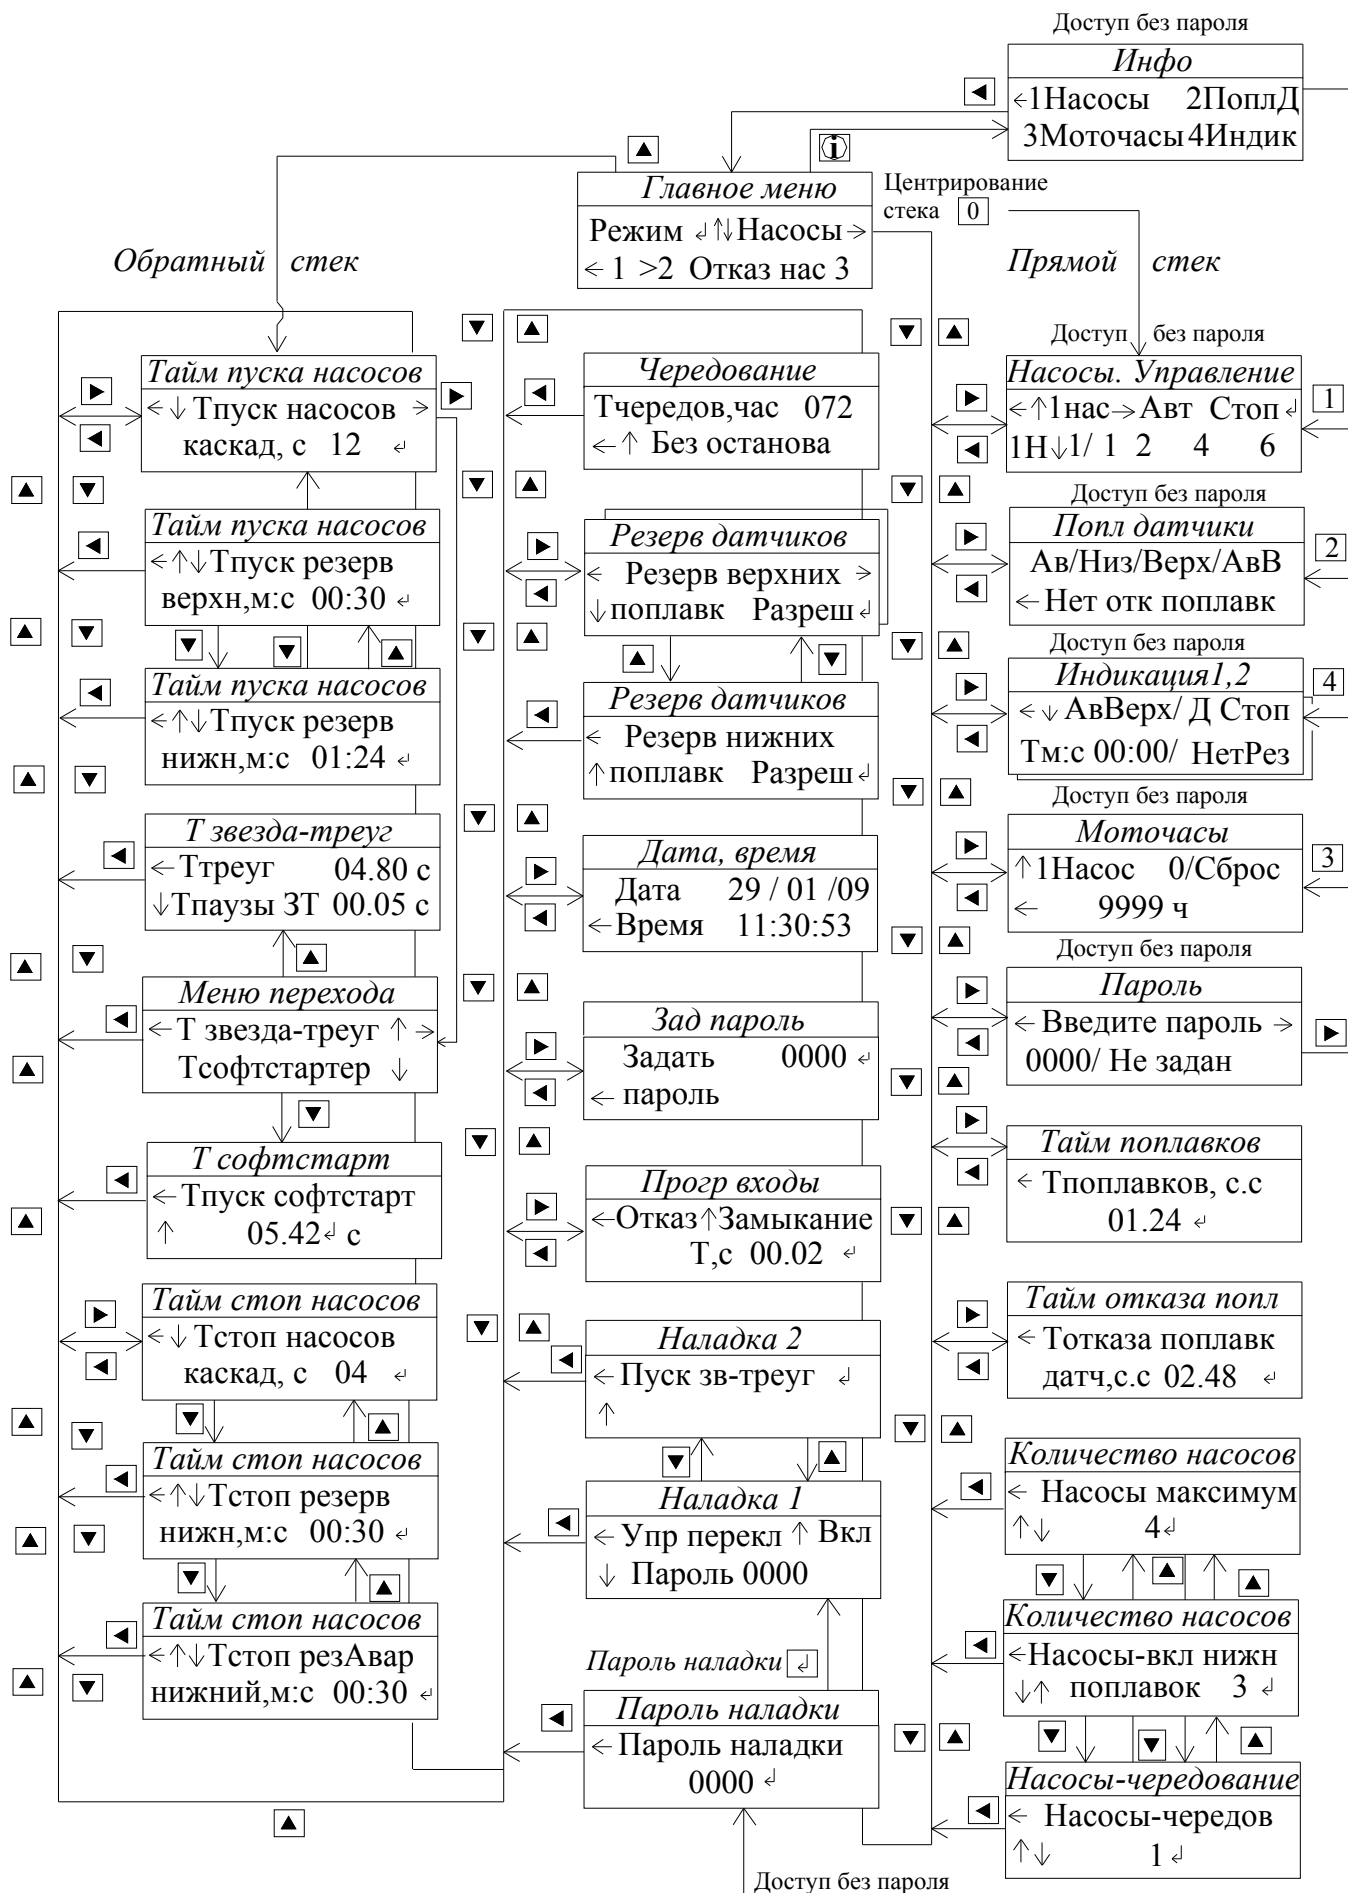
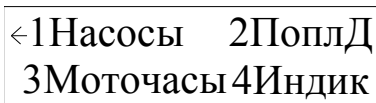
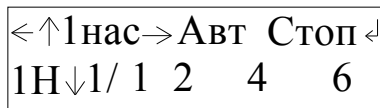

Рис.6.3. Стек перехода к экранам системы регулирования
Рис. 6.4. Меню «Инфо»
Рис. 6.8. Меню индикации и управления «Насосы»
Из экрана «Главное меню» через стек перехода производится вызов других экранов для программирования и отслеживания состояний системы. Изменение значения стека перехода (рис. 6.3) производится последовательным нажатием клавиш «▲» / «▼». При удержании клавиш изменение стека будет производиться 1 раз в секунду.
Стек перехода представлен на рис. 6.3.
Предназначено для быстрых переходов в меню управления и индикации, минуя стек перехода. Меню «Инфо» представлено на рис. 6.4.
- нажатием клавиши «1» - в меню управления насосами «Насосы» (рис.6.8). Переход в меню «Насосы» также возможен из стека перехода к меню (рис. 6.3);
-нажатием клавиши «3» - в меню определения наработки («**Моточасы**») каждого насоса. Переход в меню «Моточасы» производится также из стека перехода Главного меню (рис. 6.3);
-нажатием клавиши «4» - в меню «**Индикация состояний системы**» (рис.6.7). Переход в меню производится также из стека перехода Главного меню (рис. 6.3).
Позволяет определять наработку каждого насоса в отдельности. Переход в меню «Моточасы» производится из **Главного меню** через стек перехода (п.6.5, рис. 6.3), или из меню «Инфо» (п.6.8, рис. 6.4) нажатием клавиши «3». Меню представлено на рис. 6.7.
Управление насосами от панели управления и НМИ-интерфейса проводится из меню «Насосы» (рис. 6.8). Переход в меню возможен как из Главного меню, заданием в стеке перехода значения «Насосы», так и из меню «Инфо» (п. 6.8. рис. 6.4.) нажатием клавиши «1».
Меню предназначено для индикации срабатываний поплавковых датчиков уровня, а также сброса отказов поплавковых датчиков. Переход к меню производится из стека перехода **Главного меню** (рис. 6.3) вызовом значения «**ПоплДатч**», а затем нажатием клавиши «▶», либо из меню «**Инфо**» (п.6.8, рис. 6.4) нажатием клавиши «2».